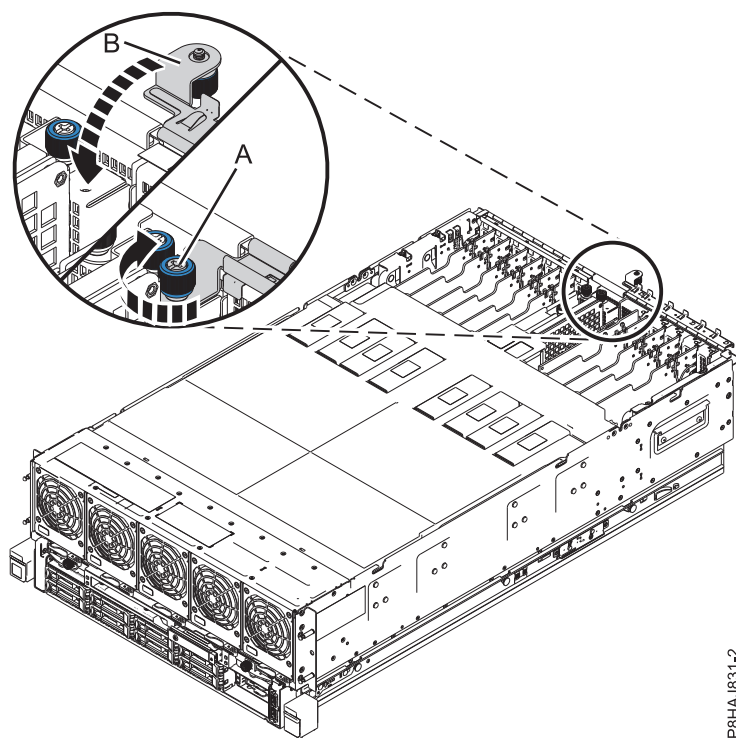

Abbildung 36. E/A-Verriegelung schließen
2. Schließen Sie die Wartungsverriegelung (**B**), indem Sie sie in Richtung Chassis schieben, wie in Abb. 36 auf Seite 51 gezeigt.